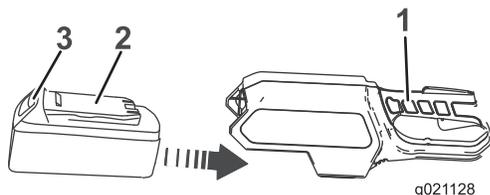

Figura 4
1. Alinee la lengüeta de la batería con el hueco correspondiente de la carcasa de la empuñadura (Figura 4).
2. Sujete la empuñadura con gatillo (Figura 4).